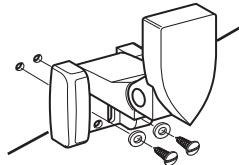

Рис.8:
- Приложить сборку крепления излучателя к высверленным отверстиям (см. рис.8).